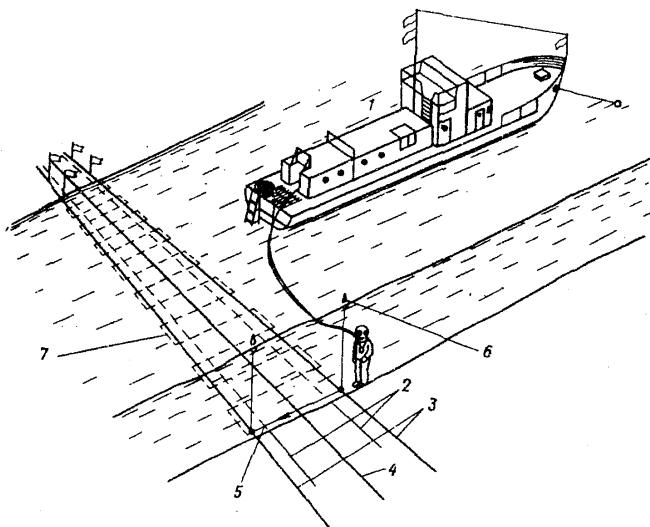

Рис. 1. Водолазное обследование дна водоема по ходовому тросу
1.66.32. Нормами таблицы Н-66-01-001 предусмотрены водолазное обследование дна водоема и подводных котлованов (рис. 1) для определения степени их засоренности посторонними предметами с определением характера и положения их на грунте, установка плавучих знаков в местах обнаружения препятствий или предметов, проверка границ котлованов по контуру и осям, а также состояния дна и откосов.